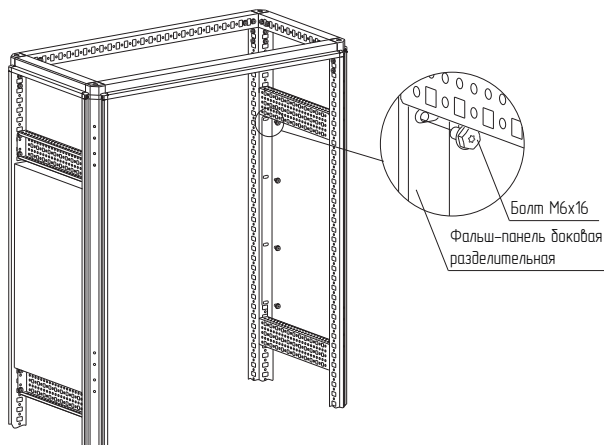

Рисунок 43
– вариант 1. Болтами М6х16 (рисунок 43). Момент затяжки – 7 Н·м. Болты приобрести отдельно;